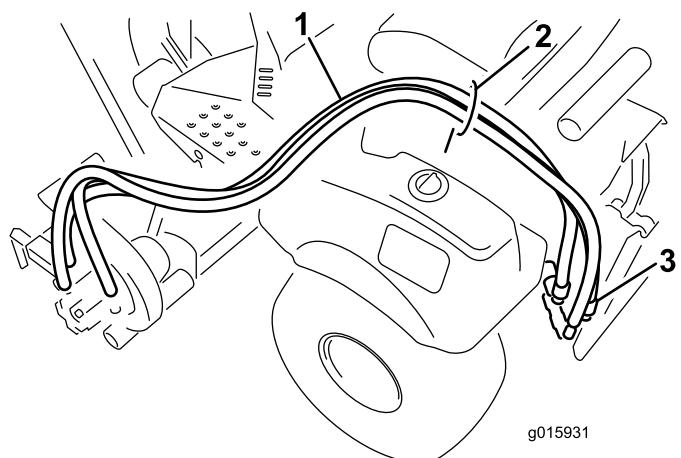

Figura 7
1. Fate passare i flessibili idraulici attraverso la guida dei flessibili e dirigeteli verso la parte posteriore della macchina (Figura 7).
- Collegate i flessibili ai connettori remoti posteriori (Figura 7).